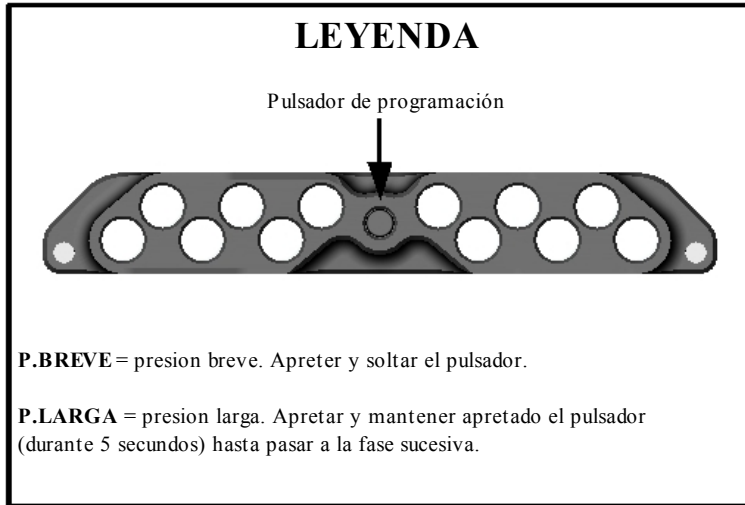
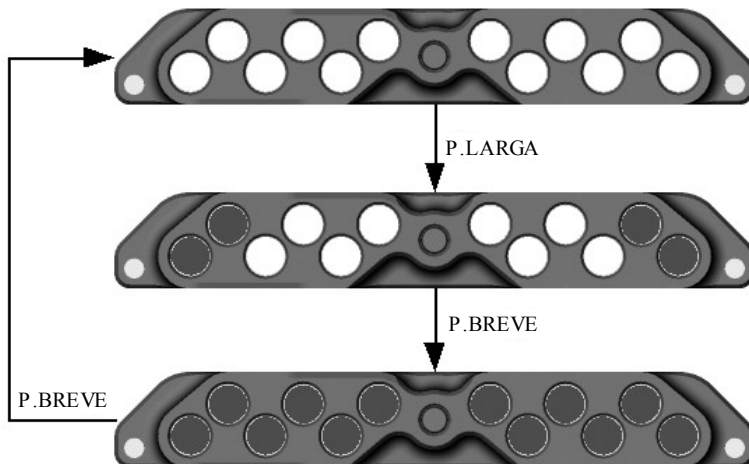
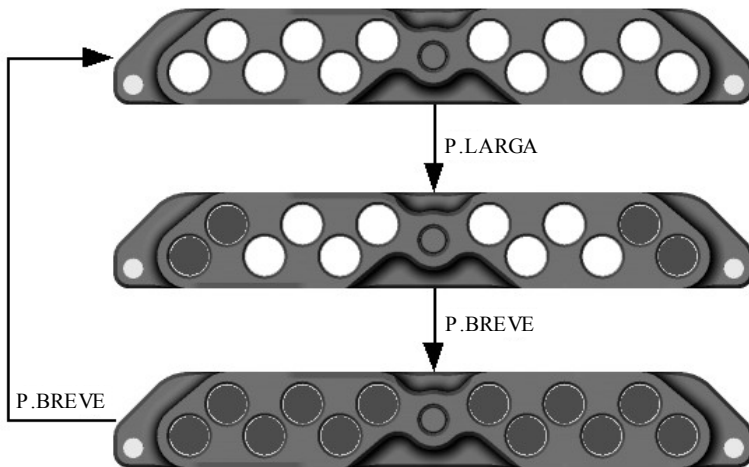

Figura 1: Indicación terminos
Figura 2: Función RPM
Figura 3: Función FLASH
Para entender mejor la programación del dispositivo (Figura 2 e Figura 3) son las siguientes instrucciones (Figura 1):
Con la moto encendida es posible, simplemente accionando el “Botón de programación”(Figura 1), seleccionar uno de los dos niveles de intensidad luminosa: una máxima para la conducción diurna y una reducida del 50% para la conducción nocturna. Cuando se enciende el dispositivo, y por lo tanto la moto, éste mantiene en memoria la última configuración seleccionada.
- Entrar en la fase de programación manteniendo accionado el botón de programación hasta que se enciendan los 4 leds amarillos (Figura 2).
- Entrar en la fase de programación manteniendo pulsado el botón de programación hasta el encendido de los 4 leds amarillos (Figura 3).